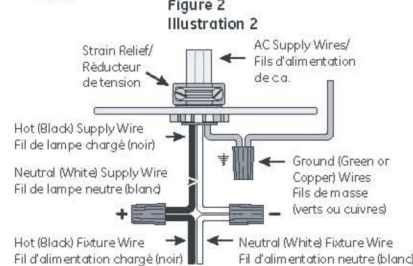

Figure 3
- 17) Drive the screws provided in the mounting hardware into the mounting surface until approximately 1/8" (3.1mm) of space remains under the head of the screw. **See Figure 3.**
- 17) Enfoncez les vis, fournies dans la quincaillerie de montage, dans la surface de montage jusqu'à ce qu'environ 3,1 mm reste sous la tête de la vis. **Voir la figure 3.**